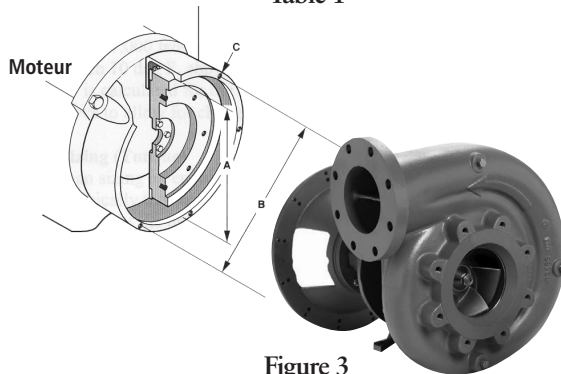

Figure 3
- Prendre au 1/32 po le plus proche la mesure diamétrale de l'alésage (A) et du cercle (B) avec un ruban à mesurer (v. fig. 3).
- Compter le nombre de trous taraudés sur le carter de volant (C). Utiliser des vis de séries de filetages différentes pour déterminer la série des trous.